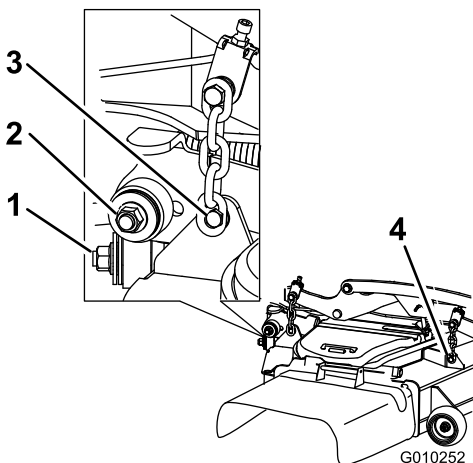

Figure 132
7. Enlevez et mettez de côté les fixations des deux côtés du tablier, comme montré à la Figure 132.